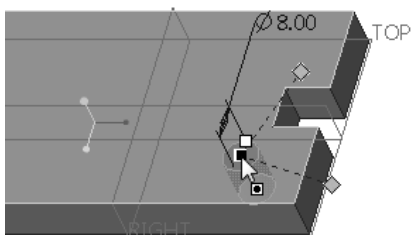
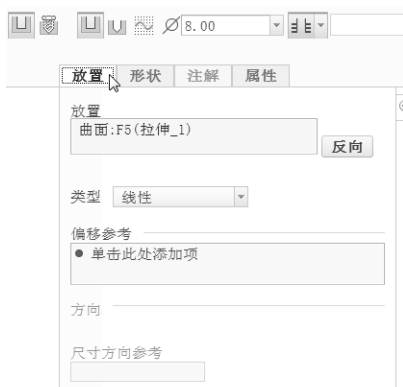

图 6-10 指定放置参考
图 6-11 “放置”面板
4) 在如图 6-10 所示的实体表面上单击以指定主放置参考。此时, 打开“孔”选项卡的“放置”面板, 可以看到所选参考出现在“放置”收集器中, 默认的放置类型选项为“线性”, 如图 6-11 所示。